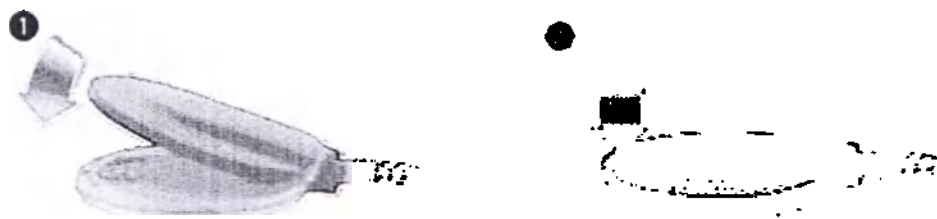

Рис. 19 Порядок установки крышки передатчика типа DL
4. Наденьте крышку передатчика типа DL, начиная со стороны разъема (см. Рис. 19).